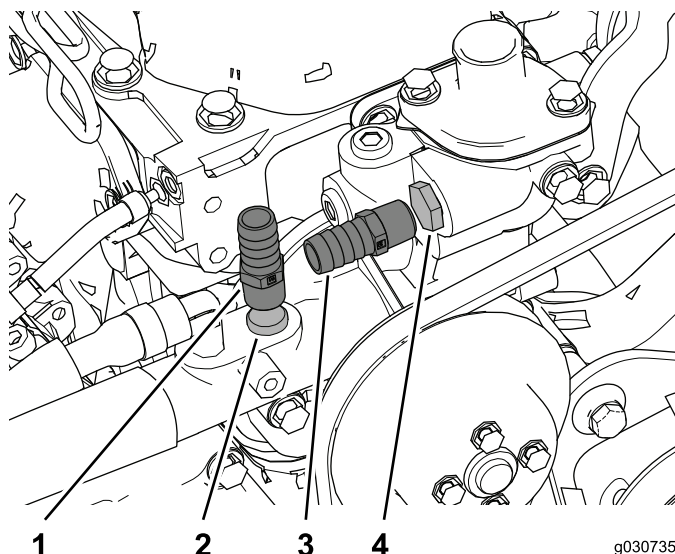

Рисунок 37
2. Снимите с двигателя заглушки подающего и возвратного шлангов обогревателя и установите штуцеры (3/8 NPT x 0,625 [ступенчатая поверхность]), как показано на Рисунок 37.